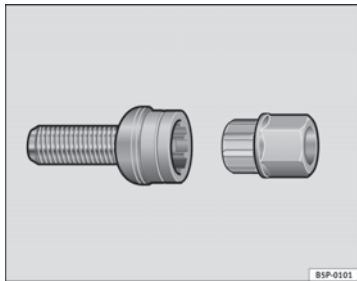

Abb. 160 Diebstahlhemmende Radschrauben
- Setzen Sie den Adapter bis zum Anschlag in die diebstahlhemmende Radschraube ein ⇒ Abb. 160.